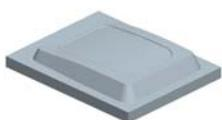

图 2.12 着色后的下半部分体积块
Step5. 系统弹出“属性”对话框,同时模型中的体积块的下半部分变亮,在该对话框中单击`着色`按钮,着色后的体积块如图 2.12 所示。然后在对话框中输入名称 lower_vol,单击`确定`按钮。